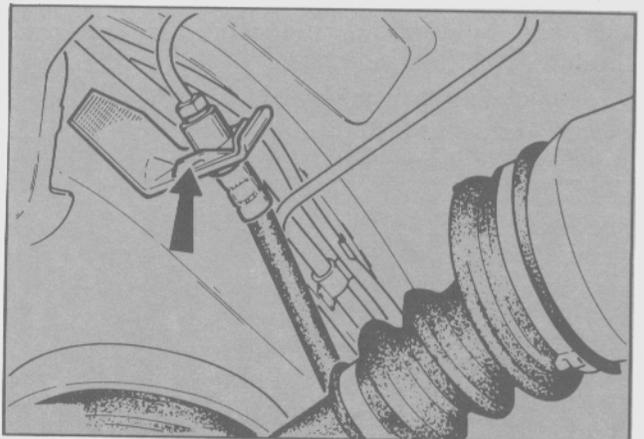

Fig. 29. Sujeción del tubo y flexible de frenos al soporte
- Retirar la grampa en forma de U del soporte del flexible hidráulico de freno (Fig. 29).